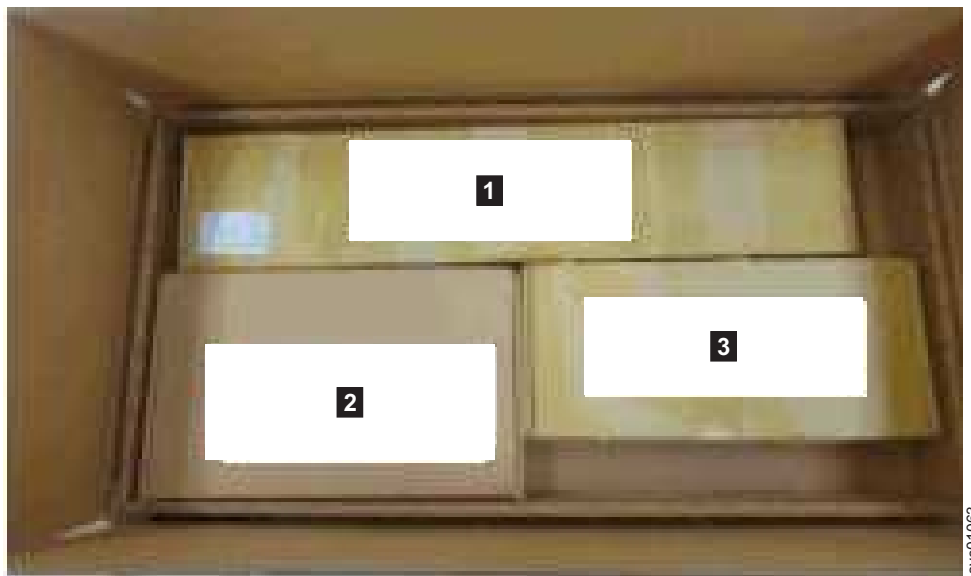

Figure 49. Plateau contenant des pièces du boîtier d'extension
Le boîtier d'extension 2145-92F et la plupart des pièces sont expédiés ensemble dans une grande boîte. Un bac sur le dessus du boîtier contient le panneau avant (pièces 1U et 4U), le bras de routage des câbles et le kit de glissières. Vous devez installer ces pièces. La figure 49 montre comment le boîtier est emballé pour l'expédition.
6. Retirer le kit de glissières de support de la boîte dans laquelle il a été expédié (**1**), comme indiqué dans la figure 49, à la page 60).
17. Retirez le bras de routage des câbles de son emballage (**2** dans la figure 49, à la page 60).